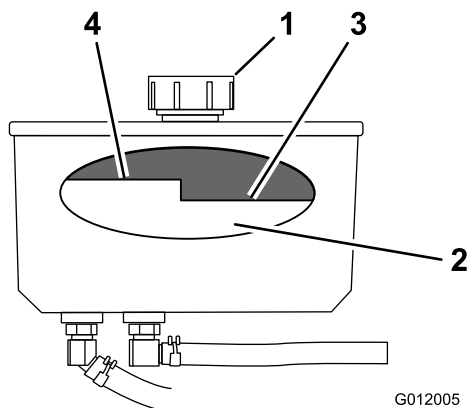

Figure 72
4. Nettoyez la surface autour du goulot et du bouchon de remplissage du réservoir hydraulique (Figure 72).
5. Enlevez le bouchon du goulot de remplissage (Figure 72).
Remarque: Lorsque l'huile est chaude, le niveau de liquide doit être en dessous du repère « à chaud » sur le déflecteur (Figure 72).